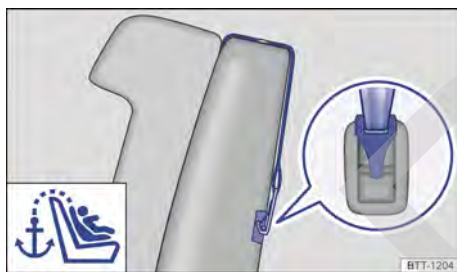

Fig. 59 En la parte posterior de la segunda y tercera fila de asientos: argollas de sujeción para el cinturón de fijación superior.
- Guíe el cinturón de fijación superior del asiento para niños hacia atrás, en dirección al maletero, y engánchelo en la argolla de sujeción correspondiente marcada como Top Tether → fig. 59.